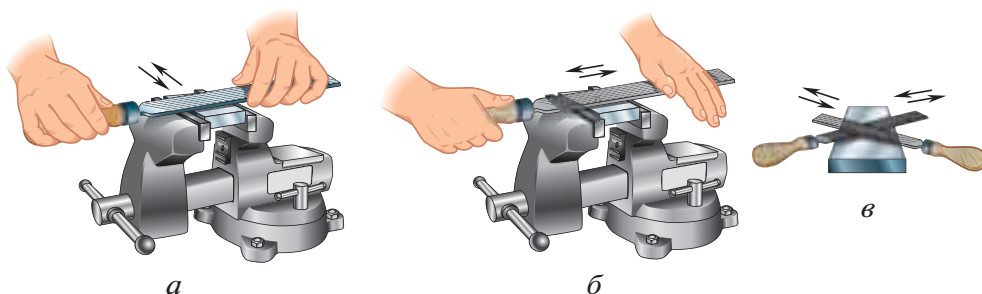

Рис. 5.39. Опиливание широких поверхностей: а — продольным штрихом; б — поперечным штрихом; в — перекрёстным штрихом
1. Опиливание продольным штрихом (рис. 5.39, а):
2. *Опиливание поперечным штрихом* (рис. 5.39, б):
3. *Опиливание перекрёстным штрихом* (рис. 5.39, в):